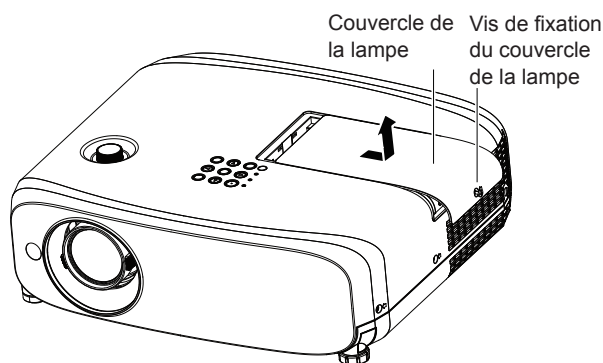

Fig. 1
2) Retirez le couvercle de filtre à air. (Fig. 1)
1) Lavez le filtre à air. (Fig. 1)
1) Fixez le filtre à air au projecteur. (Fig. 1)
2) Retirez le couvercle de la lampe. (Fig. 1)